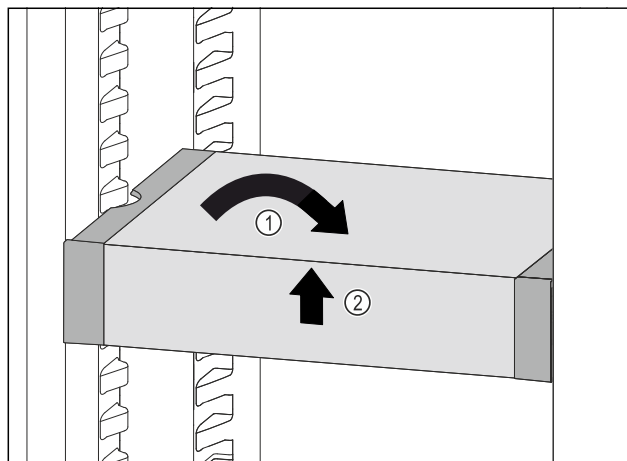

Fig. 142
- Állítsa egyenesbe a VarioSafe fiókot. Fig. 142 (1)
- Elöl emelje meg a VarioSafe fiókot. Fig. 142 (2)